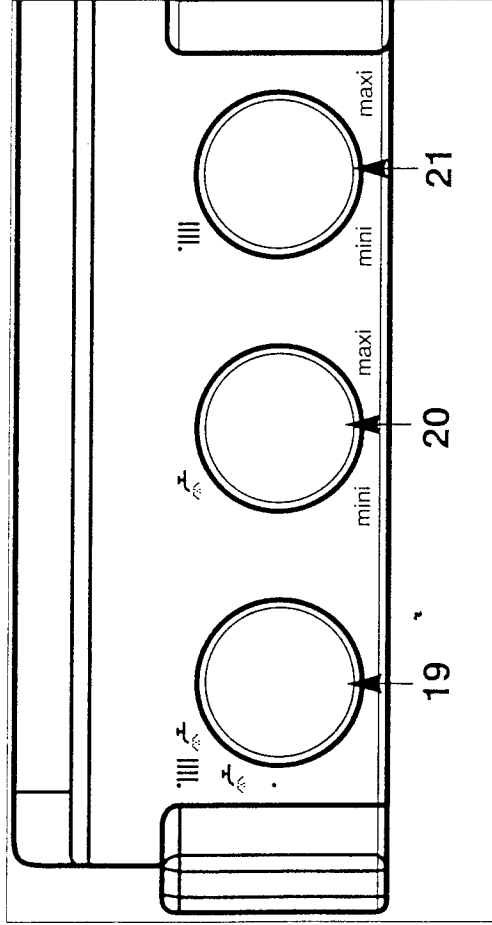
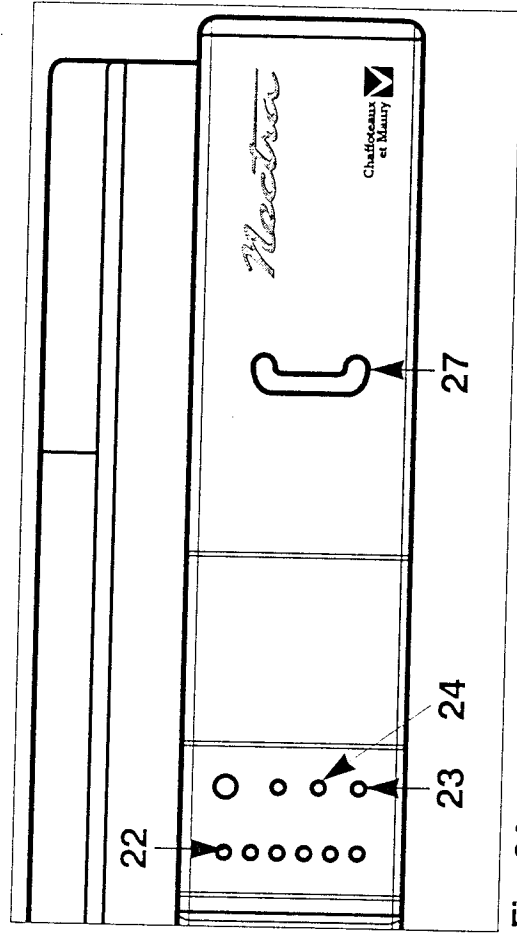

Fig. 23
Fig. 24
- Placez le commutateur "19" (fig. 23) en position « IIIII » voyant vert "23" allumé ; le voyant orange "24" (fig. 24) s'allume chaque fois que le brûleur entre en fonction.
Le bouton de réglage du chauffage "21" « IIIII » (fig. 23) donne la possibilité d'ajuster la température de l'eau du circuit de chauffage en fonction des besoins saisonniers.
L'indicateur "22" (fig. 24) affiche cette température.
- Placez le commutateur "19" en position arrêt « ● », extinction du voyant vert "23" (fig. 24).
Ne pas oublier de le rouvrir en début de saison de chauffage, lorsque l'on remplace le commutateur "19" (fig. 23) en position « IIIII ».